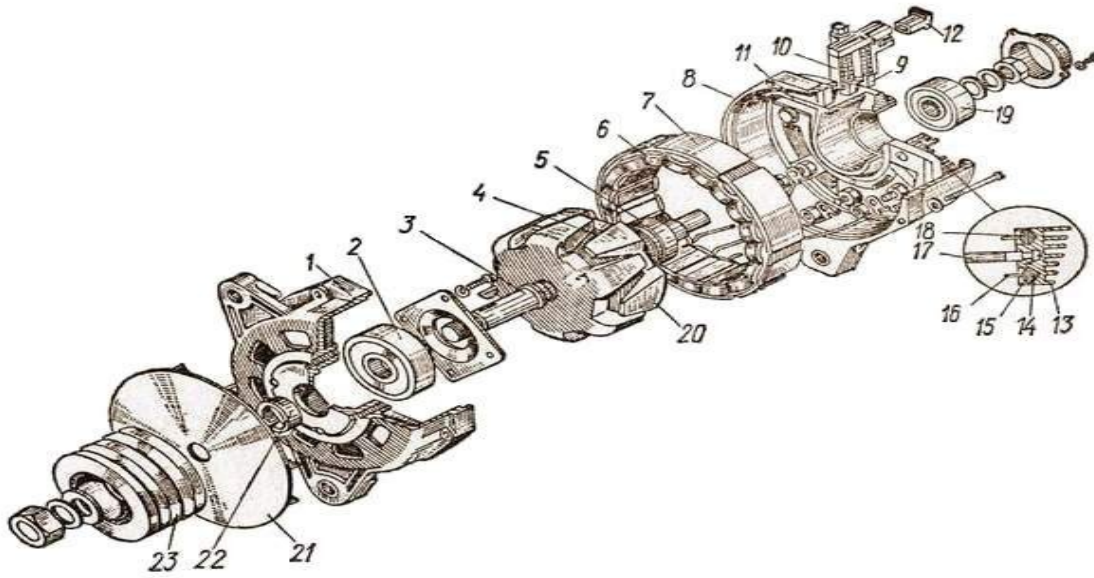

Рис.1 Генератор
21. Какой цифрой на рис. 1 обозначена обмотка возбуждения генератора:
22. Шкив привода вала генератора на рис. 1 обозначен цифрой: